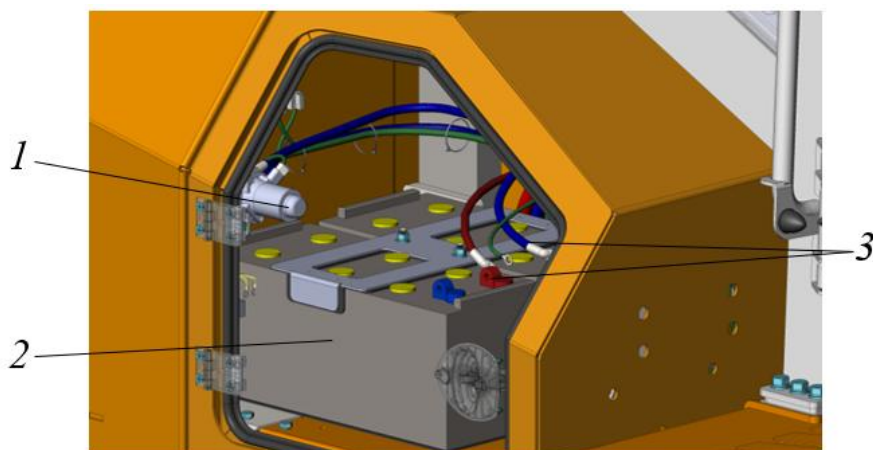

Рисунок 5.63. Аккумуляторный отсек
- ▶ Отключить массу (нажать на кнопку массы поз. 1, рис. 5.63, обесточив систему электрооборудования машины).